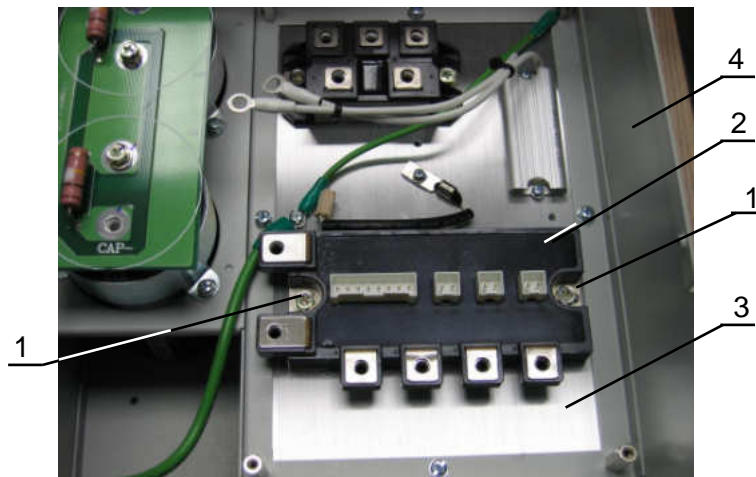

Рис.6.16
6.10.1. Выкрутить два винта (1) крепления матрицы IGBT (2) (рис.6.16). Винты положить в тару для крепежа.